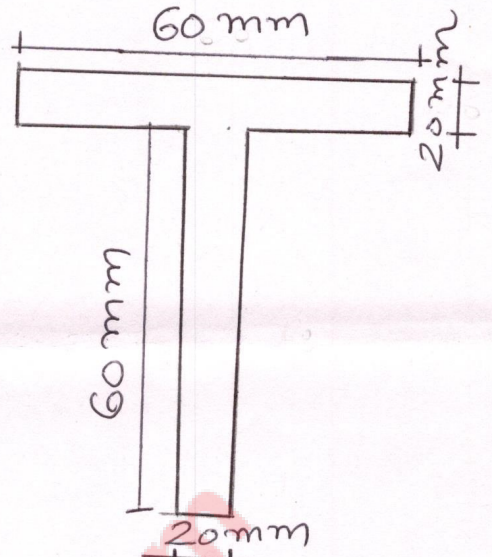

Fig. 2
- (d) Find moment of inertia for the T- section shown in fig.2 ૦૪